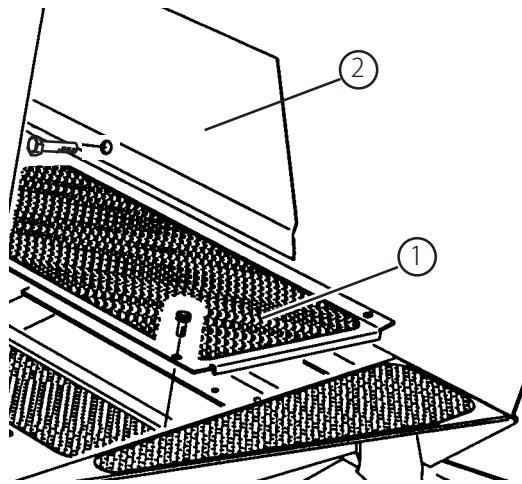

図4
1. フロア・パネルの左前角およびアクセス・パネルの左端をフレームに固定している留め具を取り外す(図4)。
2. 外した留め具の代わりに、フランジ・ヘッドねじ (5/16 x 5/8 in) を取り付ける。(付属部品として入っている)(図4)。
3. 外した留め具の代わりに、フランジ・ヘッドねじ (5/16 x 3/10.16 cm) をアクセス・パネルに取り付ける。(付属部品として入っている)(図4)。